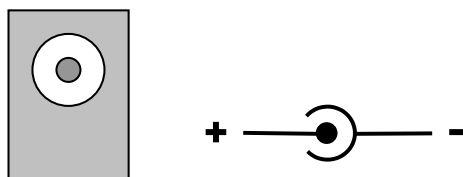

Figura 3: Connettore PSU di Alimentazione
- ◆ Sullo stesso lato è presente il Jack per il collegamento dell'alimentatore esterno (AC-Adapter 230Vac-9Vdc - incluso nella confezione), (cfr. Figura 3).